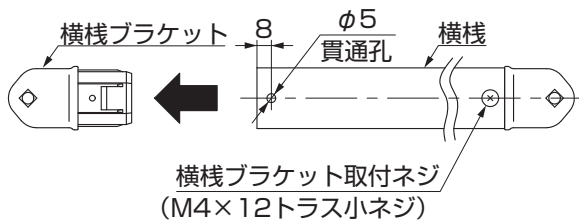

図4-1
- ① 切断する側の横棧部についている「横棧ブラケット取付ネジ」2本を取外して、横棧ブラケットを抜いてください。
- ② 横棧を必要な長さに切断してください。
- ③ 図4-1を参照して、φ5の貫通孔をあけてください。
- ④ ①で抜いた横棧ブラケットを挿入して、「横棧ブラケット取付ネジ」2本で取付けてください。